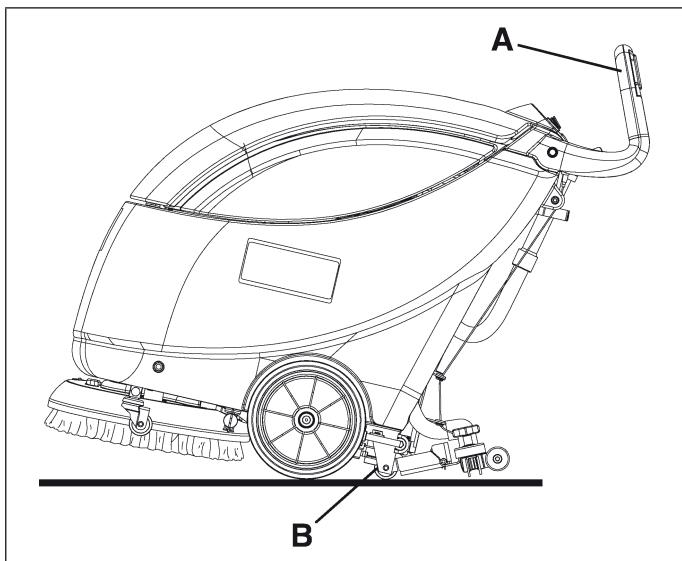

Figure 11
4. Empujar el manillar (A, Fig. 11) con las manos y bajarlo hasta apoyar la rueda trasera (B) en el suelo, como muestra la figura 11. Manteniendo la máquina en esta condición, empujarla en un lugar adecuado para el transporte/estacionamiento.